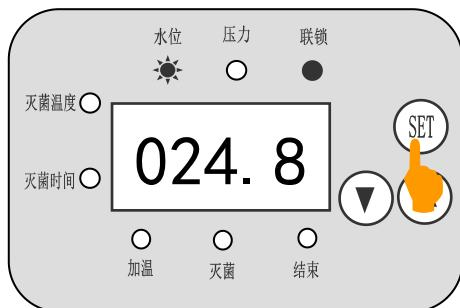
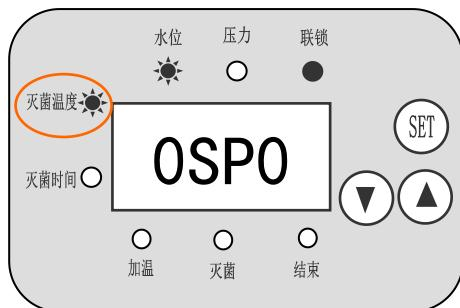
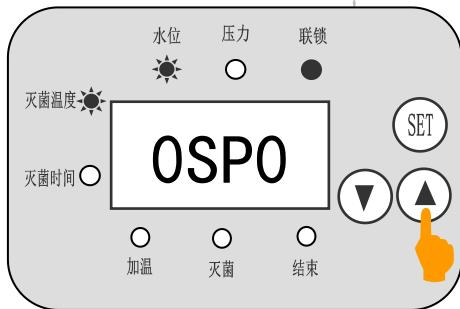
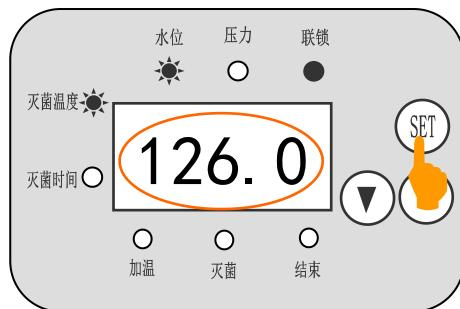

图 8
图 9
图 10
图 11
①设定灭菌温度：按控制面板上的功能设定键 **SET** (图 8)，面板上的灭菌温度指示灯亮，显示屏出现 SP (图 9)，按动上下移动键 **▲** **▼** (图 10)，调整所需的温度值，设定完成后按功能设定键确认 (图 11)。